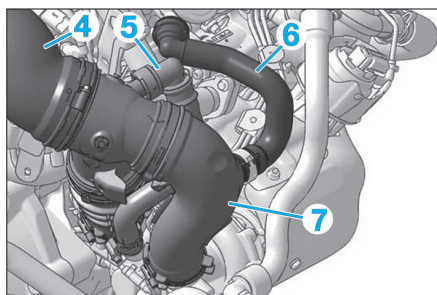

Fig. 49
- Déposer (Fig.49) :
- la durit d'air (4),
- le tuyau (5) de recirculation d'air du biturbocompresseur,
- le tuyau de réaspiration des vapeurs d'huile (6),
- la durit d'entrée d'air (7) du biturbocompresseur.